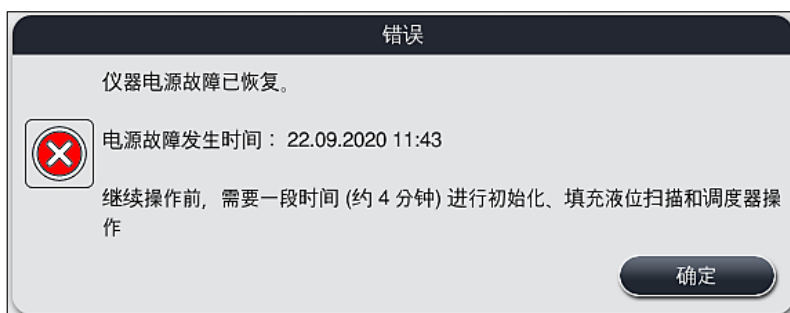

图 108
- ① 仪器自动重启后的第一条信息消息通知用户电源故障时间 (→“图 108”)。按下 **OK** 按钮确认该信息消息, 随后开始显示继续执行染色过程的附加说明。